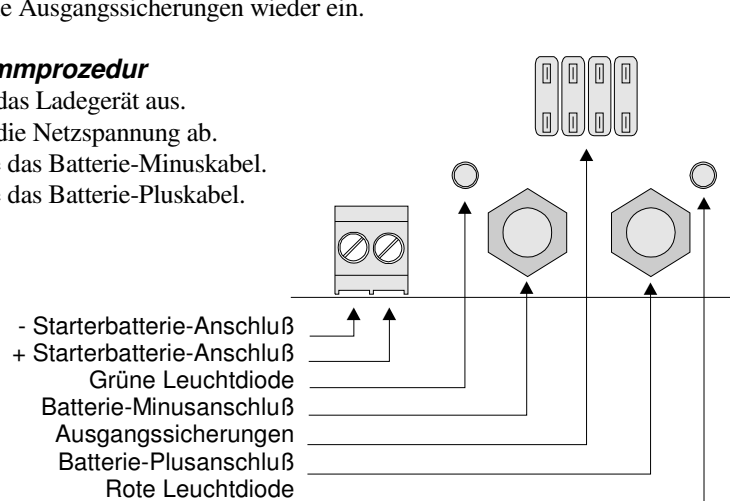

Abbildung 3.
- Entfernen Sie alle Ausgangssicherungen, wenn solche vorhanden sind; siehe Abbildung 3.
- Schließen Sie das Batterie-Pluskabel (+) an den Batterie-Plusanschluß auf der Platine an; siehe Abbildung 3.
- Schließen Sie das Batterie-Minuskabel (-) an den Batterie-Minusanschluß auf der Platine an; siehe Abbildung 3.
- Kontrollieren Sie, ob die grüne Leuchtdiode aufleuchtet; siehe Abbildung 3. Wenn die rote Leuchtdiode aufleuchtet, vertauschen Sie bitte Plus- und Minuskabel der Batterie.
- ❑ Schließen Sie den Batterie-Pluspol (+) auf der rechten Seite des Starterbatterie-Anschlusses an; siehe Abbildung 3.
- ❑ Schließen Sie den Batterie-Minuspol (-) auf der linken Seite des Starterbatterie-Anschlusses an; siehe Abbildung 3.